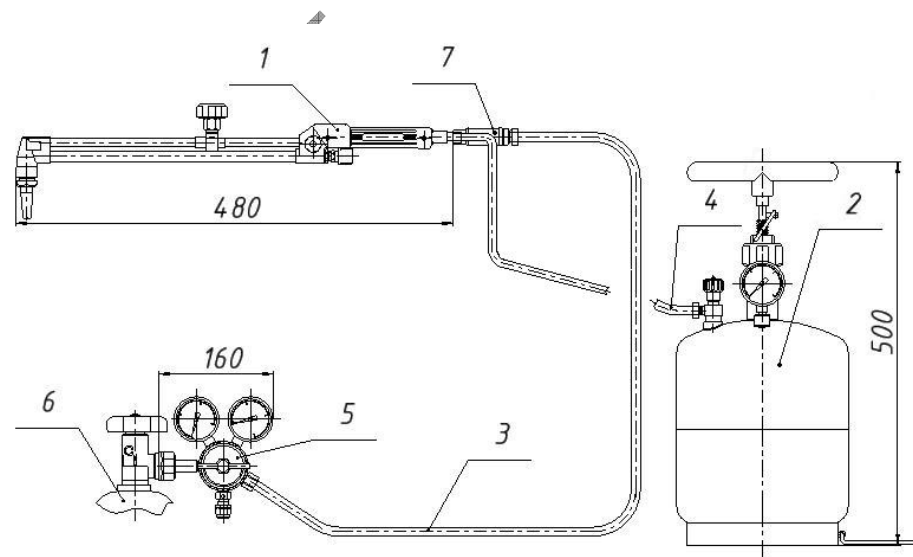
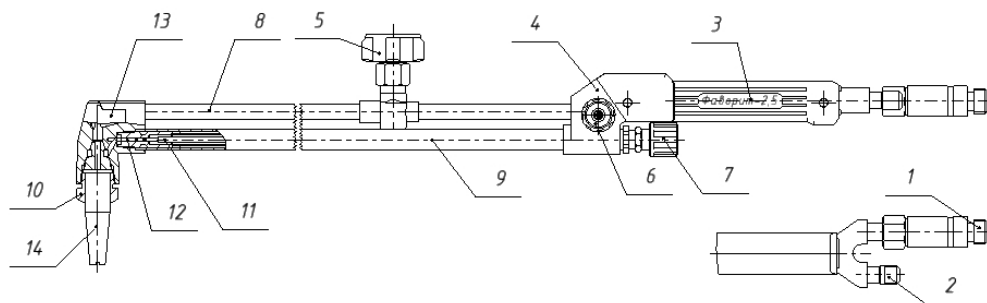
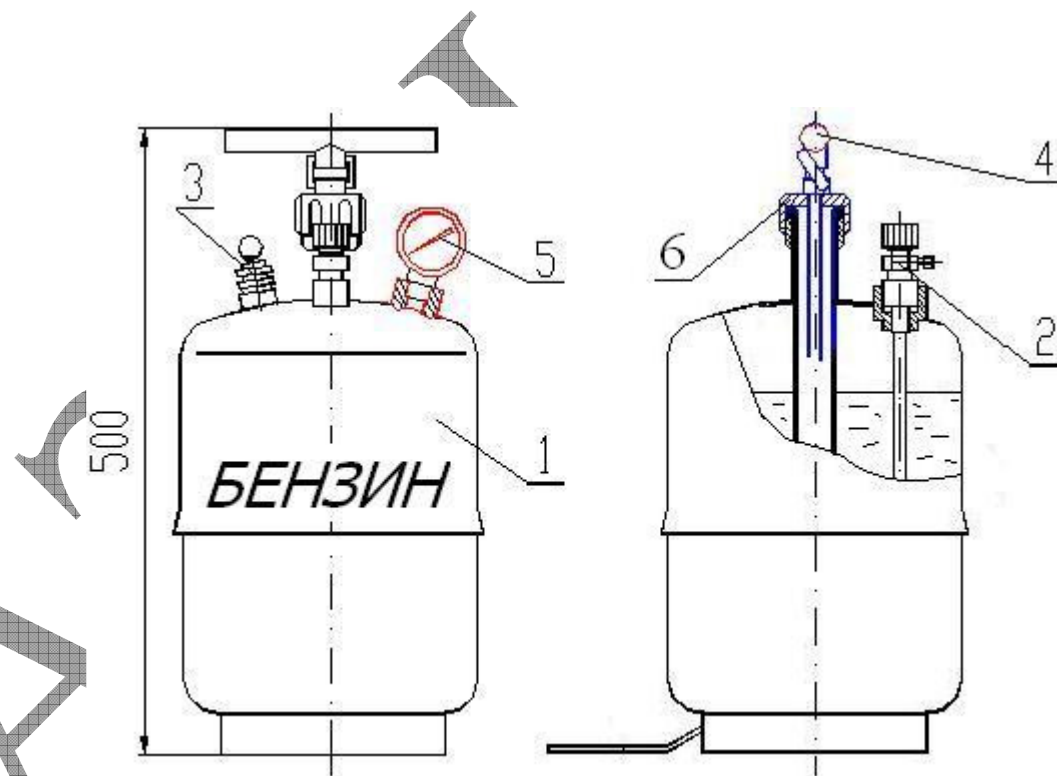

Рис.1. Схема комплекта КЖГ-1Б
Рис. 2. Резак «Фаворит - 2,5»
Рис. 3. Бачок для бензина
Комплект состоит из источников питания (баллон с кислородом и бачок с бензином), резака с набором сменных мундштуков и резиноканевых рукавов, соединяющих источники питания и резак. Схема сборки комплекта приведена на рис.1.
5.16 При появлении непрерывных хлопков или обратного удара пламени необходимо быстро закрыть вентиль режущего кислорода 5, вентили горючего 7, подогревающего кислорода 6 (рис.2).
6.1 Сборка комплекта в рабочее состояние осуществляется по схеме на рис.1. Перед первой сборкой комплекта необходимо убедиться в исправности и герметичности всех входящих в него изделий.
6.2 Присоединить редуктор (поз.5, рис.1) к баллону (поз.6, рис.1). К выходному штуцеру редуктора присоединить рукав (поз.3, рис.1), второй конец которого присоединить к кислородному штуцеру резака (поз.1, рис.1) через клапан (поз.7, рис.1).
6.5 Осмотреть бачок (рис.3) и убедиться в отсутствии внешних повреждений и загрязнения бачка.
6.6 Открутив крышку насоса (поз.6, рис.3), снять ручной насос с заливной горловины (поз.4, рис.3) и в случае наличия в бачке грязи, ржавчины, воды через заливную горловину залить 1 литр бензина и промыть бачок. Бензин слить. Убедившись в чистоте бачка, залить чистый бензин не более 3/4 объема бачка. Ручной насос установить на место.
4.1 Резак бензино-кислородный для резки стали «Фаворит – 2,5» (рис. 2) состоит из следующих узлов и деталей: 1- штуцер подвода кислорода с защитным клапаном; 2 – штуцер подвода горючего; 3- рукоятка; 4 – корпус; 5 – вентиль пуска режущего кислорода; 6 – вентиль для регулировки расхода подогревающего кислорода; 7 – вентиль для регулировки расхода горючего; 8 – трубка для подачи режущего кислорода; 9 – узел формирования горючей смеси; 10 – гайка; 11 – шпindel игольчатого типа; 12 – смесительная камера; 13 – головка резака; 14 – мундштук.
4.2 Бачок для горючего (бензина) состоит из следующих узлов и деталей (рис.3): 1 – корпус бачка; 2 - узел подачи горючего с клапаном ограничения расхода; 3- предохранительный клапан; 4- ручной насос; 5- манометр; 6- крышка насоса.
Принцип работы комплекта состоит в следующем. С помощью ручного насоса на бачке (поз.4, рис.3) создается рабочее давление воздуха в бачке, под действием которого горючее (бензин) вытесняется через узел подачи горючего (поз.2, рис.3) в рукав подачи горючего (поз.4, рис.1) и через штуцер (поз.2,рис.2) поступает в резак. Далее горючее поступает по трубке, проходящей внутри рукоятки (поз.3, рис.2), и через вентиль (поз.7, рис.2) в узел формирования горючей смеси (поз.9, рис. 2), который состоит из двух коаксиальных трубок, шпинделя игольчатого типа и смесительной камеры. Горючее подается по внутренней трубке в смесительную камеру (поз.12, рис. 2). Расход горючего регулируется шпинделем игольчатого типа (поз.11, рис.2) с помощью маховичка (поз.7, рис. 2).
По кольцевому зазору между коаксиальными трубками подается кислород для формирования подогревающего пламени, поступающий от баллона (поз.6, рис.1) по рукаву (поз.3, рис. 1) через соответствующий штуцер (поз. 1, рис.2) в резак. Из коаксиального зазора между трубками кислород по двум каналам поступает в смесительную камеру (поз.12, рис.2). Оси каналов подачи кислорода расположены под острым углом к оси канала подачи горючего, так что струи кислорода при истечении в смесительную камеру распыляют струю горючего, образуя паро-капельную горючую смесь. Затем горючая смесь поступает в кольцевой зазор, образованный проточкой в головке резака и мундштуком и далее в каналы мундштука, где происходит интенсивное испарение капель горючего, и образование газообразной горючей смеси, которая при истечении из мундштука в атмосферу горит и образует подогревающее пламя.
Кислород, поступающий в резак, через штуцер (поз.1, рис.2) в корпусе резака (поз. 4, рис. 2) разделяется на два потока. Один поток по указанной выше схеме используется для формирования подогревающего пламени, а другой поток по трубке
(поз. 8, рис.2) подается в центральный канал мундштука (поз.14, рис.2) и образует режущую струю. Пуск режущей струи осуществляется с помощью вентиля (поз. 5, рис.2).